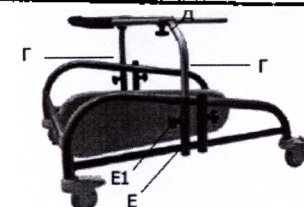

рис. 19
3. Установить ручку (Д) в рабочее положение – вставить кронштейны (Г), на которых установлена ручка (Д), в передние вертикальные стойки (Е) с обеих сторон рамы, зафиксировать положение винтами-барашками (Е1) (рис. 19)
2) Регулировка положения ручки (рис.19,22)
Для регулировки высоты ручки (Д) необходимо на передних вертикальных стойках рамы ослабить (не выкручивая до конца) винты с ручками-барашками (Е1) (рис. 19).
3) Регулировка положения бедренной обоймы (рис. 19,20)